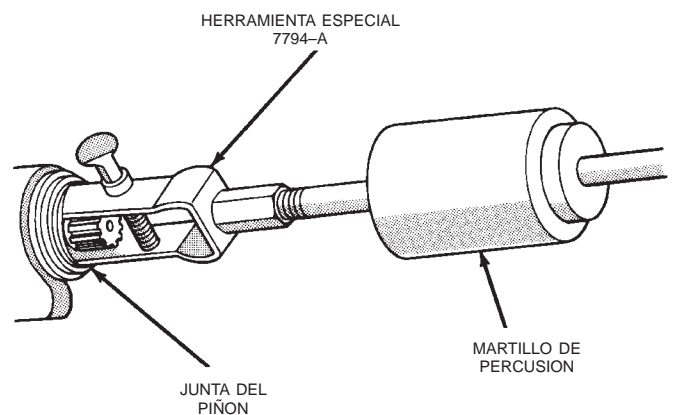

Fig. 18 Desmontaje de la junta
(10) Use el extractor 7794-A y el martillo de percusión para retirar la junta del eje del piñón (Fig. 18).
(11) Retire el cojinete del piñón delantero utilizando un par de herramientas extractoras adecuadas para poder extraer el cojinete del eje del piñón satélite en línea recta. Tal vez sea necesario golpear suavemente el extremo del piñón satélite con un martillo de goma o cuero si el cojinete se agarrota en el eje del piñón.
(12) Retire el separador plegable.